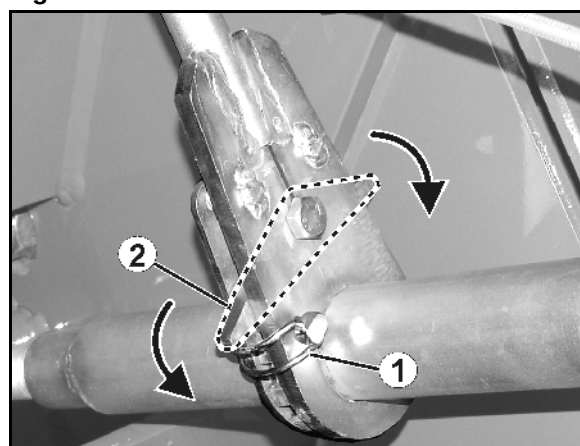

Fig. 40
2. Fjern klapsplitten (Fig. 40/1).
3. Sæt svingarmen (Fig. 40/2) i indgreb svarende til den ønskede omdrejningsretning.